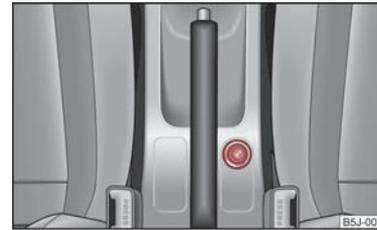

Abb. 61 Mittelkonsole: Zigarettenanzünder
- Drücken Sie den Anzünderknopf des Zigarettenanzünders hinein ⇒ Abb. 61.